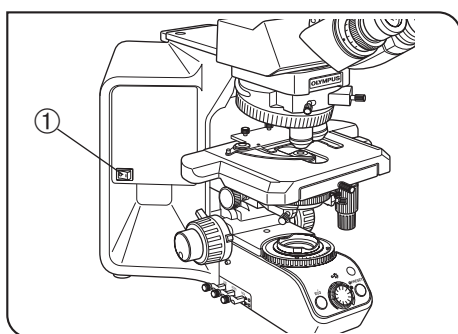

Рис. 1
(Рис. 1)
6. Чтобы избежать опасности удара током и ожогов при замене лампы, установите главный выключатель ① в положение «●» (ВЫКЛ.), после чего отсоедините заранее шнур питания от стенной розетки. В случае замены лампы в процессе или сразу после использования дайте корпусу лампы и лампе остыть перед тем, как прикасаться к ним. (Рис. 1)